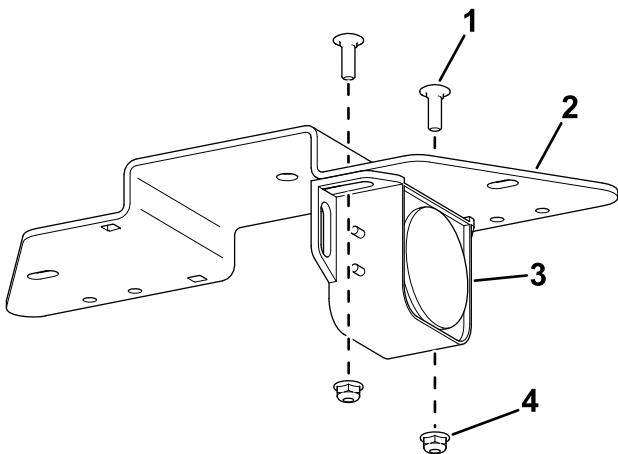

Figure 1
- Fixez l'alarme sur le support à l'aide des boulons et des écrous (Figure 1).